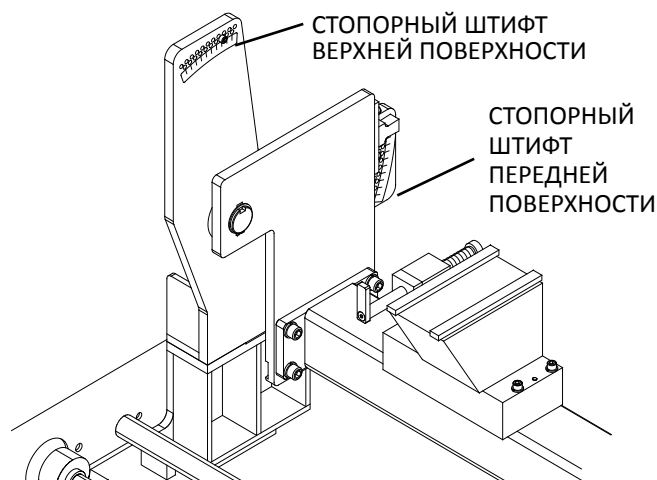

РИС. 17
2. Переместите СИЛОВОЙ ПРИВОД ВРАЩЕНИЯ инструментов так, чтобы ограничитель установочной планки находился посередине между ограничителем передней поверхности и ограничителем верхней поверхности. См. рис. 17.
3. Передвиньте СТОПОРНЫЙ ШТИФТ ВРАЩЕНИЯ ИНСТРУМЕНТОВ для передней поверхности и установите его под нужным углом. См. рис. 17.
4. Передвиньте СТОПОРНЫЙ ШТИФТ ВРАЩЕНИЯ ИНСТРУМЕНТОВ для верхней поверхности и установите его под нужным углом. См. рис. 17.